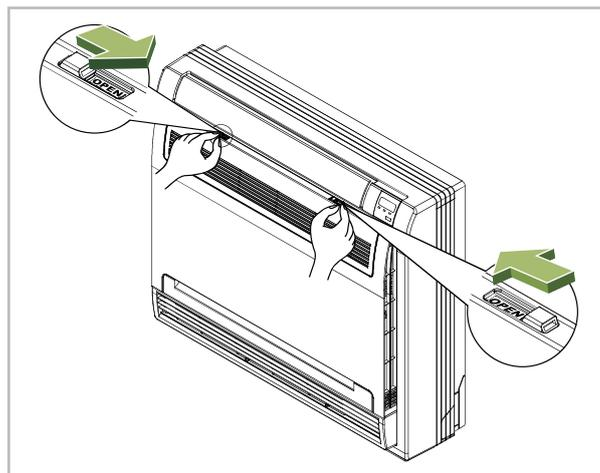

Abb. 8: Vorderwand öffnen
1. ➔ Gerät spannungslos schalten und Vorderwand öffnen (s. Abb. 8)